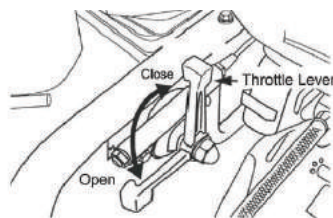

Figura 9. Manetă de Accelerație (complet deschisă)
1. Pentru a începe acțiunea de tasare a compactorului, mișcați maneta de accelerație (Figura 9) rapid din poziția Close (oprit) în poziția FULL OPEN. NU mișcați maneta de accelerație încet, deoarece aceasta poate cauza defectarea ambreiajului sau resortului.